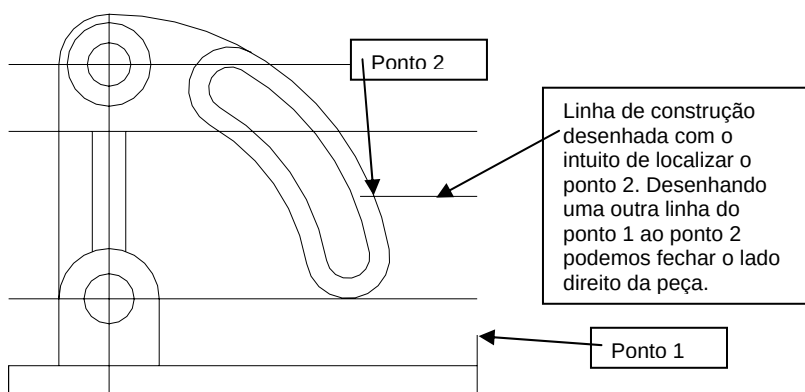

Figura 4.16 – Complementação do furo.
32. Mude para o *layer construção* e, na barra de *status*, pressione o botão ORTHO com o auxílio do mouse (só aceita o traçado de linhas horizontais e verticais). Entre no comando LINE e desenhe uma linha de construção, cujo primeiro ponto é o canto direito inferior da peça e o segundo é obtido pela coordenada relativa @ 0, 60.58. Para o terceiro ponto, clique com o botão esquerdo do mouse em qualquer ponto que cruze o arco mais próximo ao canto direito da peça (figura 4.16) (neste passo, o OSNAP deve estar desligado). Pressione ENTER para sair do comando LINE. Saia do modo ORTHO.
33. Mude para o *layer visíveis* e entre no comando LINE. Desenhe a linha do ponto 1 ao ponto 2 (figura 4.16), utilizando as opções OSNAP (ENDPOINT e INTERSECTION).